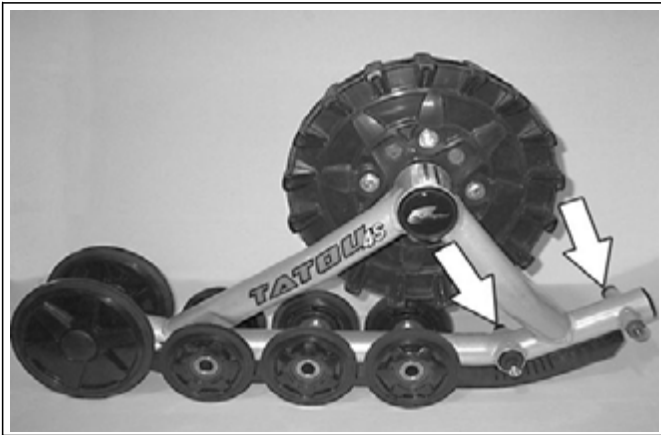

Рис. 20 Снятие колёс
- Снять два колеса диаметром по 201 мм со стороны, противоположной колесу натяжения (ленивец, как показано на рис. 20).